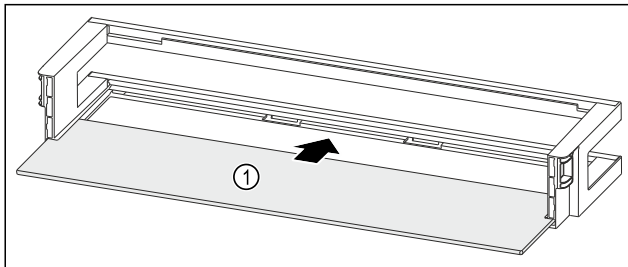

Fig. 52 Рафт на врата с рафт
- ▶ Вкарайте рафта Fig. 52 (1) в страничните прорези.